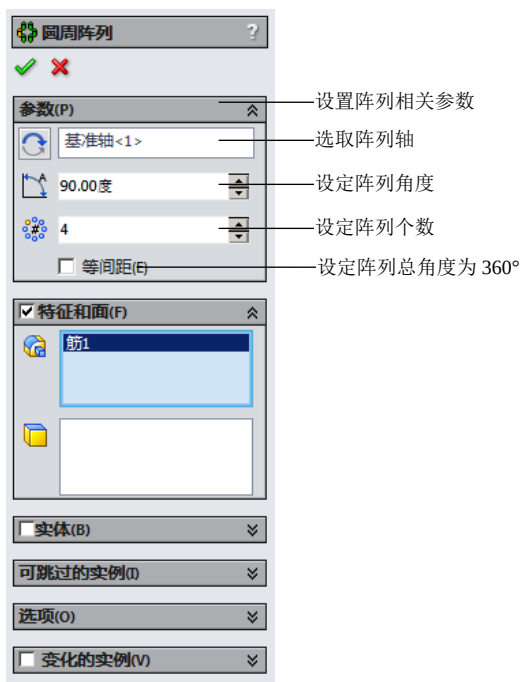

图 3.19.5 “圆周阵列”对话框
Step2. 选择命令。选择下拉菜单 **插入(I)**  **阵列/镜像(E)**  **圆周阵列(C)...** 命令, 系统弹出图 3.19.5 所示的“圆周阵列”对话框。